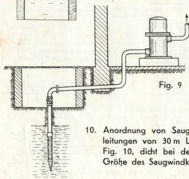

Fig. 9
9. Bei Rembrunnen Anordnung der Saugleitung nach Fig. 9; nur bei günstigen Saugverhältnissen. Zwischenventil einbauen!